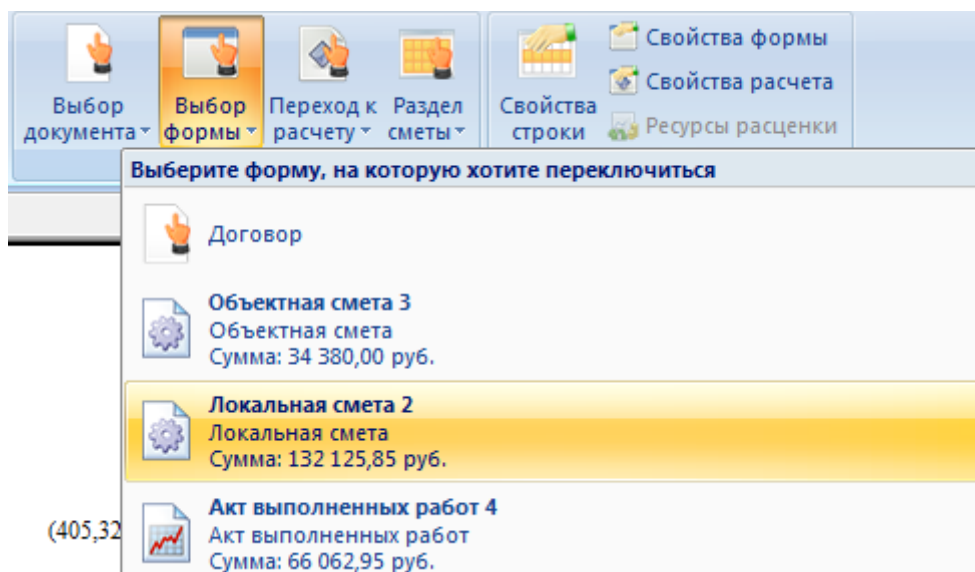

Рис. 1.20 Переключение между формами документа
2. В открывшемся списке выбрать форму, к которой необходимо перейти (рис. 1.20).